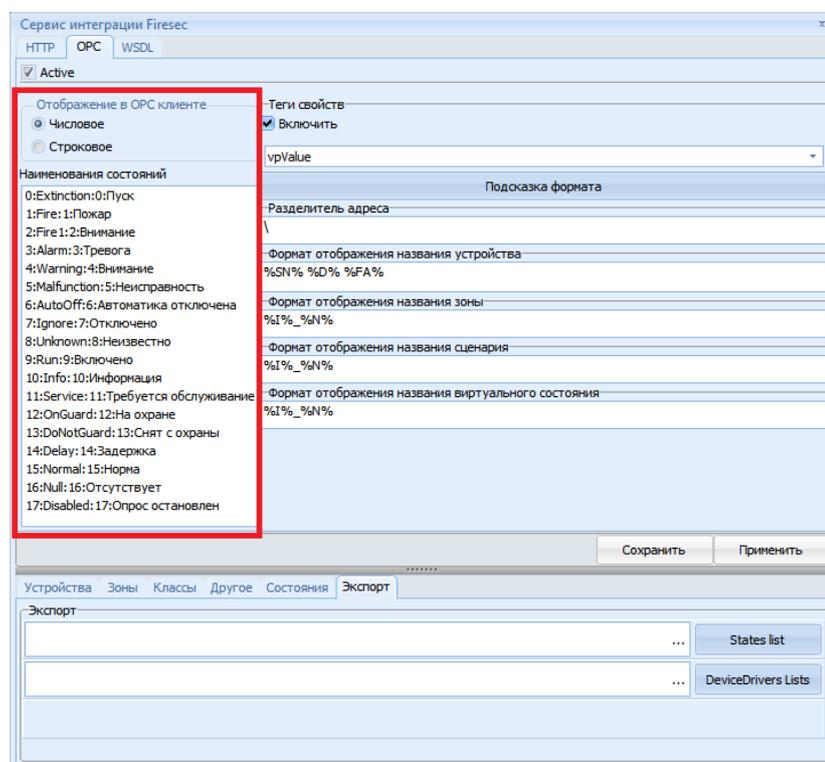

Рисунок 29.12
2) Появляется дерево объектов с узлами Zones, Devices, Scenarios (рисунок 29.12). Мы можем выбрать значащий тег vrValue, либо конкретного устройства, либо отдельного состояния устройства. Для тегов vrValue принадлежащих непосредственно устройству, зоне или сценарию, в зависимости от состояния объекта значение будет соответствовать численному или строковому значению, настроенному на форме сервиса интеграции FireSec.